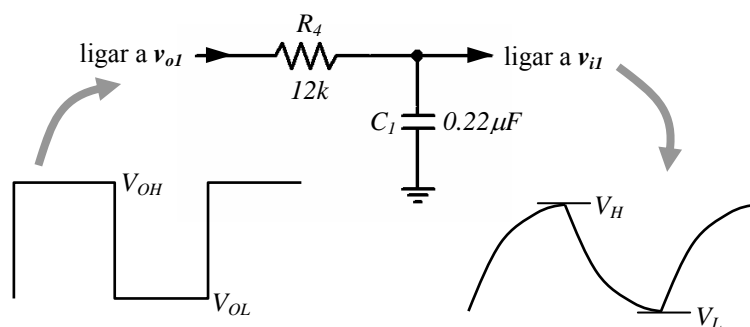
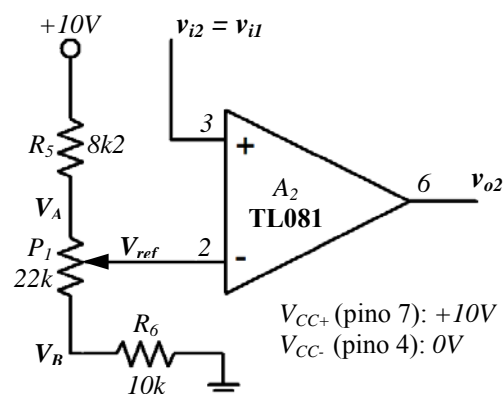

Fig. 7.9
Fig. 7.10
c) Para transformar o comparador com histerese num oscilador, basta ligar-lhe agora um circuito RC da forma indicada na fig. 7.9.
Monte o circuito RC indicada na fig. 7.9 e observe no osciloscópio as formas de onda em v_{iI} e v_{oI} . Meça a frequência dos sinais e os tempos em que v_{oI} se encontra nos valores V_{OH} e V_{OL} .
A fig. 7.10 mostra o comparador que iremos usar, baseado em mais um OpAmp TL081. Este circuito vai comparar o sinal na saída do integrador RC (o dente de serra representado na fig. 7.9), ou seja v_{iI} , com uma tensão de referência ajustável (V_{ref}) através de um potenciómetro. O resultado da comparação será o sinal PWM que actuará depois o interruptor controlado por tensão.